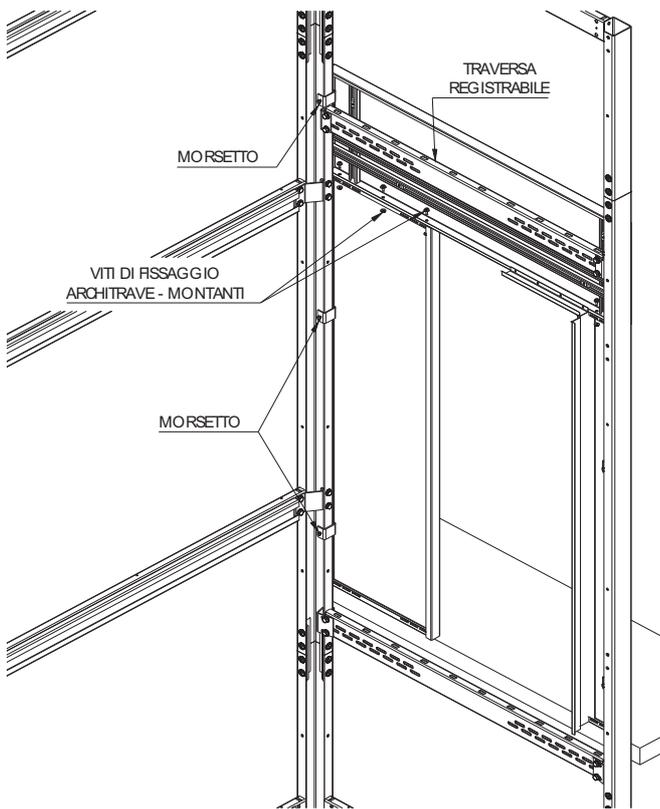

Fig. 16.2
- ✓ Dovranno essere montati 3 morsetti per ogni lato dell'inquadramento, indicativamente posti come mostrato in Fig. 16.2 e comunque in grado di fornire un fissaggio inferiore, un fissaggio intermedio ed un fissaggio superiore.
- ✓ Per il fissaggio dei particolari dell'inquadratura fare riferimento alle Fig. 16.2 - 16.3 16.4 e 16.5 del capitolo "INQUADRAMENTO PER PORTE SENZA TELAIO"